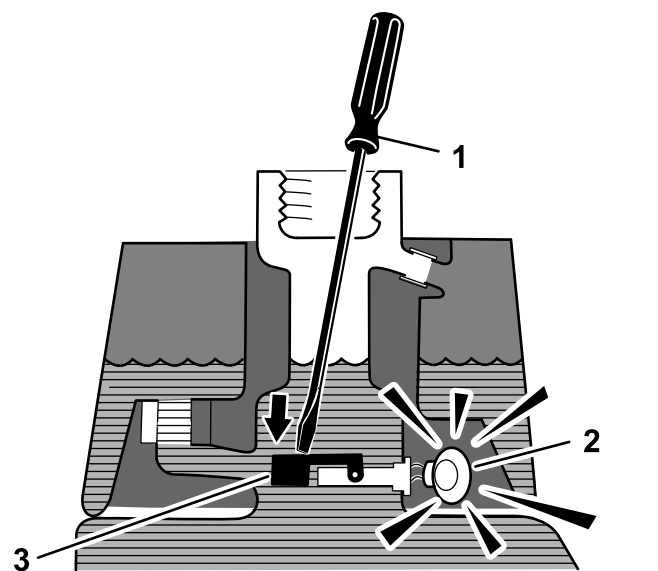

Рисунок 40
3. Вставьте чистый стержень или отвертку в горловину бака и слегка нажмите на поплавковый переключатель (Рисунок 40). После секундной задержки должен прозвучать предупреждающий звуковой сигнал.